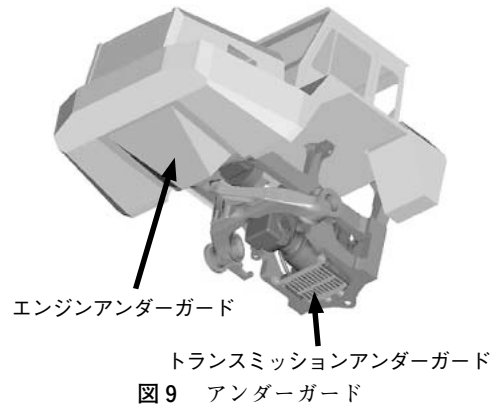

図9 アンダーガード
オペレータ、および車両を保護する各種ガード類を標準装備した。(図9, 10, 11)
- ・エンジンアンダーガード(図9)
- ・トランスミッションアンダーガード(図9)